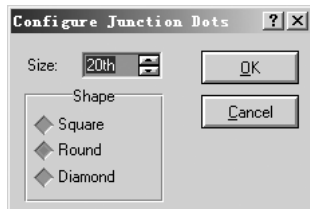

图 4.34 设置交叉点
- **Set Junction Dots:** 设置节点大小，点击后会弹出如图 4.34 所示的对话框，用于设置在原理图形中节点的大小（Size）和风格（Shape）。